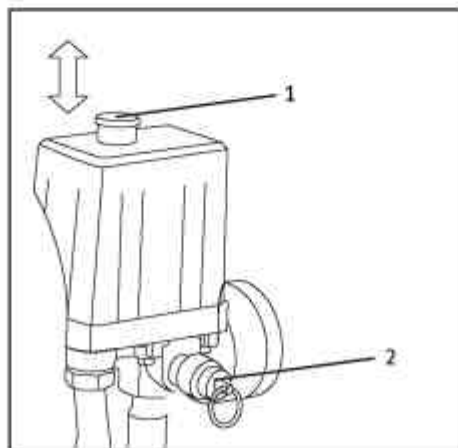

Рис. 6
- Установите выключатель, расположенный на реле давления в положение **вкл** (Рис. 6, поз. 1). При первом включении или после долгого перерыва позвольте работать компрессору 10 мин. на холостом ходу. Это необходимо для обеспечения смазки всех необходимых узлов компрессора.